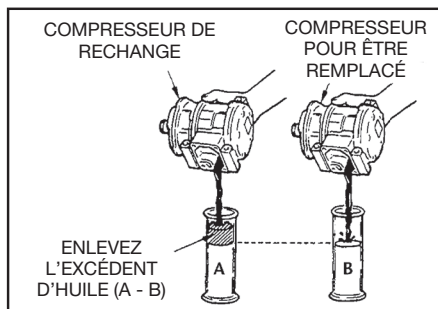

fig. 1
**REMARQUE :** Le compresseur contient une charge de lubrifiant réfrigérant, cependant, vous devez comparer les niveaux de lubrifiant de compresseur entre le compresseur neuf et celui qui va être remplacé (Voir fig. 1).